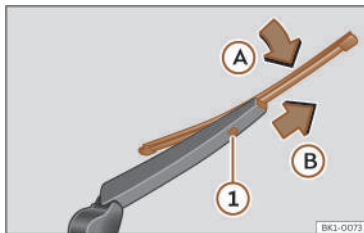

Fig. 164 Sostituzione della spazzola del lunotto posteriore.
- Ruotare leggermente la spazzola >>> **fig. 164** (freccia **A**).